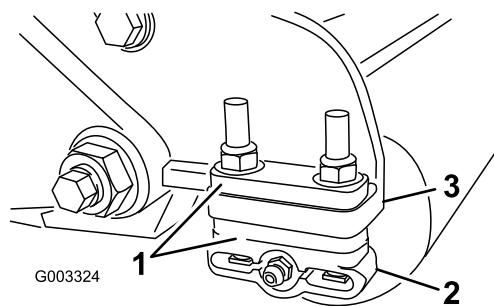

图11
1. 根据 **剪草高度图**（页码 9），将所需数量的隔片放在侧板安装法兰（图11）下，将后滚筒支架（图11）调节到所需的剪草高度范围。